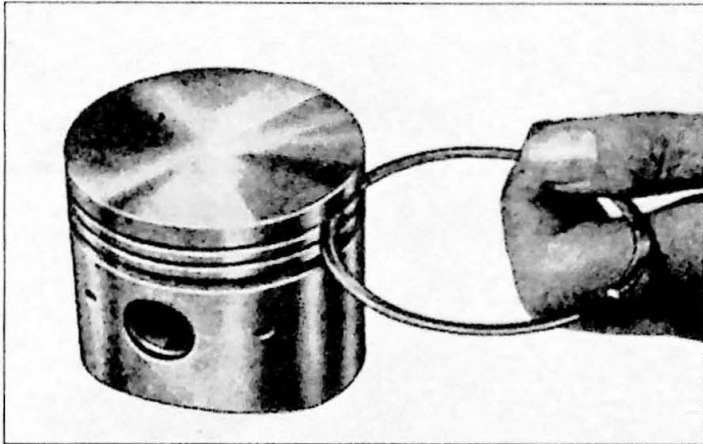
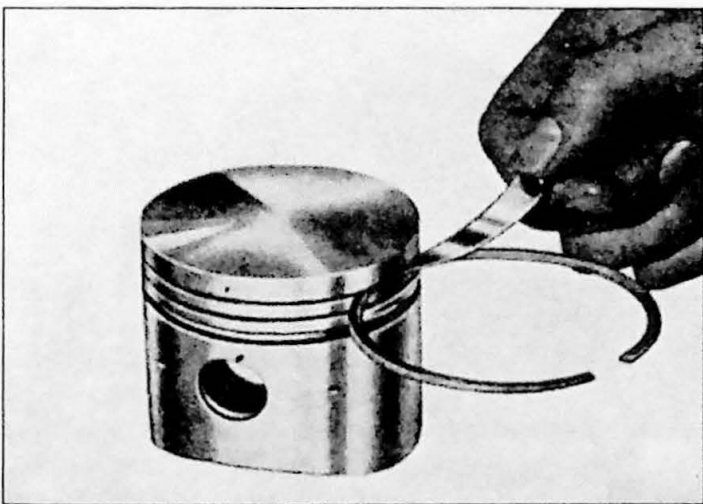

Fig. 2.24. De zuigerveren in hun groef heen en weer rollen
Fig. 2.25. Meten van de speling van de zuigerveren in de groef
2. Probeer de passing van de zuigerveren in hun groef door ze in hun groef heen en weer te rollen (Fig. 2.24). Meet eveneens de speling op enkele andere plaatsen (Fig. 2.25). Voor de maten: zie specificaties.